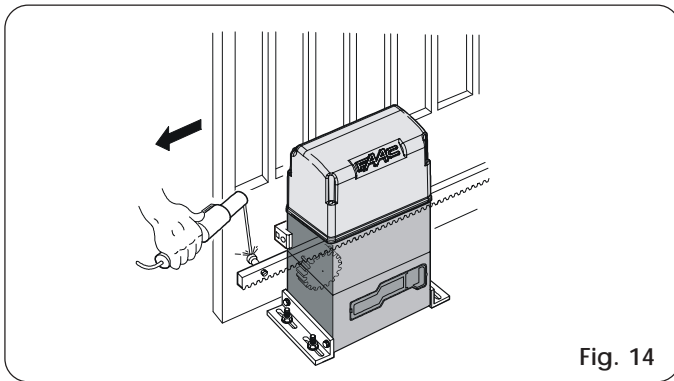

Fig. 14
- 3) Appoggiare sul pignone il primo pezzo di cremagliera a livello e saldare il nottolino filettato sul cancello come indicato in Fig. 14.